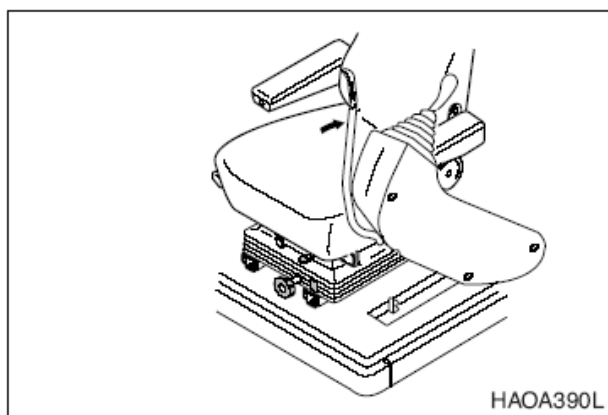

Рис. 87
Покидая машину, необходимо установить рычаг блокировки безопасности в положение блокировки (**LOCK**), рис. 87, в противном случае в результате случайного перемещения рабочих рычагов может произойти серьезная авария.
2. Установить рычаг безопасности в заблокированное положение (**LOCK**), рис. 87.